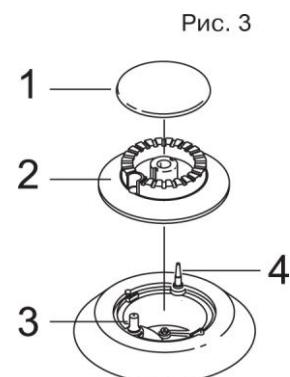

Рис. 3
На модели, рассматриваемой в данной инструкции, установлены газовые горелки с электроподжигом, и системой защиты от утечки газа (газ-контроль). Общий вид разобранной на составные части газовой горелки представлен на рис. 3. В ее составе можно выделить следующие элементы:
Для устойчивого возгорания газа удерживайте ручку управления нажатой, примерно, в течение 3 секунд. Зажигание пламени сопровождается щелчками, вызванными электрическими разрядами в свече розжига (позиция 3 на рис. 3). После загорания газа в горелке поверните ручку управления в такое положение между символами «Максимальное пламя» и «Минимальное пламя», чтобы получить пламя нужной интенсивности. Если пламя в горелке не зажглось, повторите эту процедуру еще раз. Если свеча розжига грязная, электроподжиг может не функционировать должным образом. Поэтому рекомендуется поддерживать плиту в очень чистом состоянии. Для чистки свечи розжига используйте небольшую щетку. При этом имейте в виду, что к самой свече розжига не следует прилагать никаких усилий. Если по какой либо причине электричество отсутствует горелку можно зажечь традиционным способом, поднеся к ней пламя зажженной спички. При этом необходимо
Ваша модель оборудована системой защиты от утечки газа («газ-контроль»), то есть системы управления горелками оснащены предохранительными клапанами, которые отключают подачу газа, в ситуациях, когда пламя горелки по каким либо причинам случайно погасло. Датчиками предохранительных клапанов служат термоэлементы (позиция 4 на рис. 3), установленные на каждой горелке соответствующей модели. Пока термоэлемент горячий предохранительный клапан открыт, газ беспрепятственно поступает в горелку и горит. Как только газ, по какой либо причине, случайно гаснет, термоэлемент остывает, что служит для предохранительного клапана сигналом на перекрытие поступления газа в соответствующую горелку. Таким образом, перекрывается доступ несгоревшему газу в Вашу кухню.
**Если горелка не зажигается после нескольких попыток, проверьте, в правильном ли положении находится колпачок (позиция 1 на рис. 3) и рассекатель (позиция 2 на рис. 3) газовой горелки.**